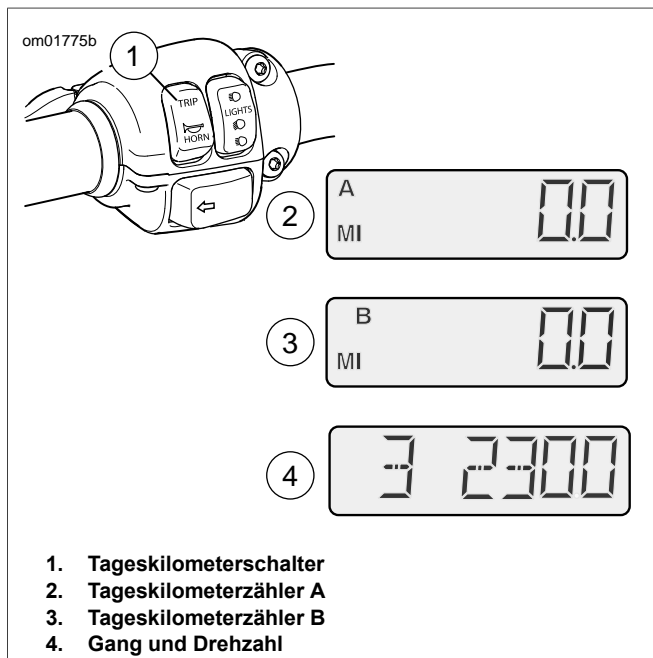

Abbildung 7. Tageskilometerzähler, Ganganzeige und Drehzahl
Siehe Abbildung 7. Um den Kilometerstand zu prüfen oder den Kilometerzähler zurückzustellen, Tageskilometerschalter (1) drücken und loslassen, um entweder den Tageskilometerzähler A (2) oder B (3) anzuzeigen. Ein A oder B in der oberen linken Ecke der Anzeige kennzeichnet den Tageskilometerzähler.
Siehe Abbildung 7. Durch mehrmaliges Drücken des Tageskilometerschalters (1) die Anzeigen im Kilometerzähler durchblättern, um die Gangnummer- und Drehzahlanzeige (4) auszuwählen. Der Kilometerzähler zeigt den derzeit eingelegten Gang (1–5) und die Motordrehzahl in Umdrehungen pro Minute (U/min).